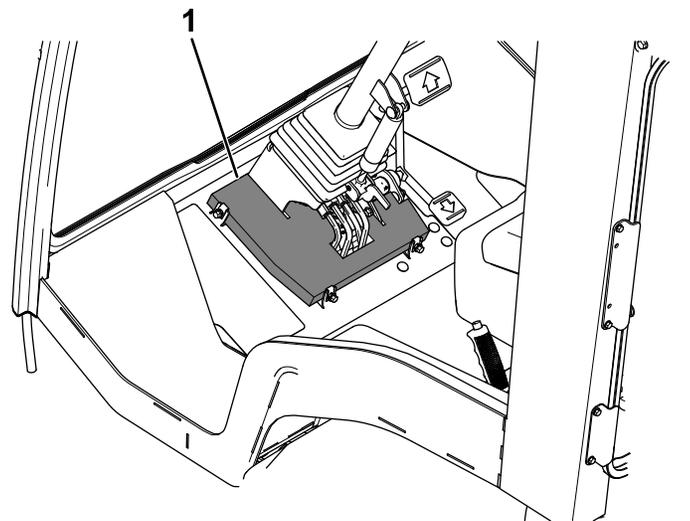

Figure 4
4. Installez la plaque isolante supérieure du mécanisme de direction (Figure 4).